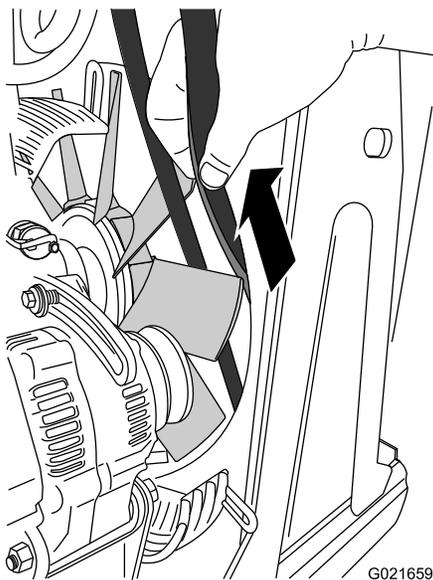

Figura 90
11. Alinhe a correia entre duas das palhetas e, em seguida, puxe cuidadosamente a correia para trás e para cima até removê-la da máquina (Figura 90).
1. Alinhe a correia entre duas das palhetas e, em seguida, empurre cuidadosamente a correia para frente e para baixo até posicioná-la à frente da ventoinha (Figura 90).